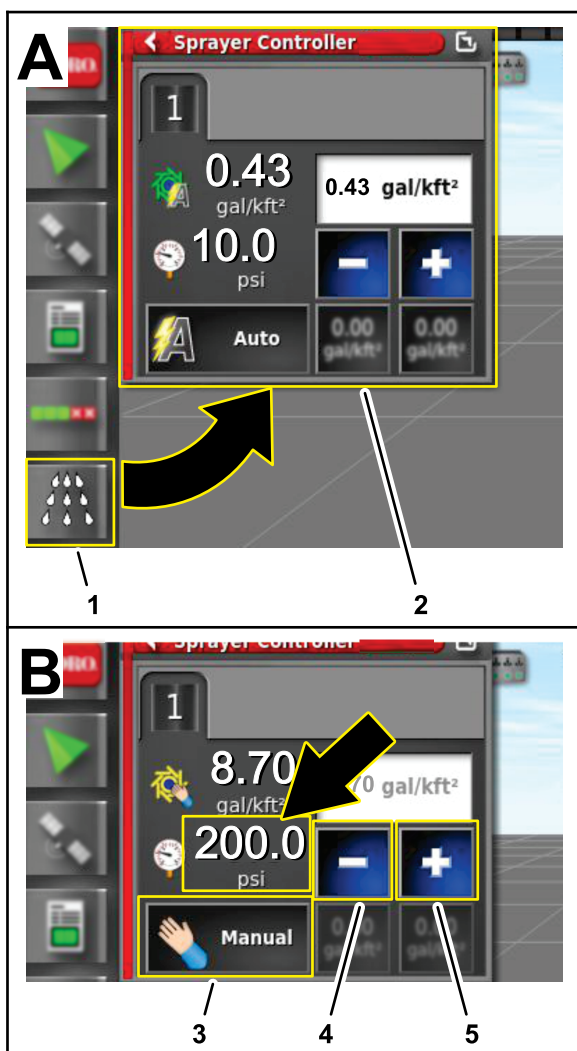

Figura 162
4. Sul quadro di comando di GeoLink, premete l'icona CONTROLLER DEL VOLUME DI IRRORAZIONE (Figura 162).
5. Nella finestra di dialogo del controller del volume di irrorazione, premete sull'icona MODALITÀ DI CONTROLLO DEL VOLUME sino a visualizzare la modalità manuale (Figura 162).
6. Utilizzate l'icona di decremento (-) o di incremento (+) per regolare la pressione dell'impianto di irrorazione (Figura 162) a un valore di 13,75 bar.